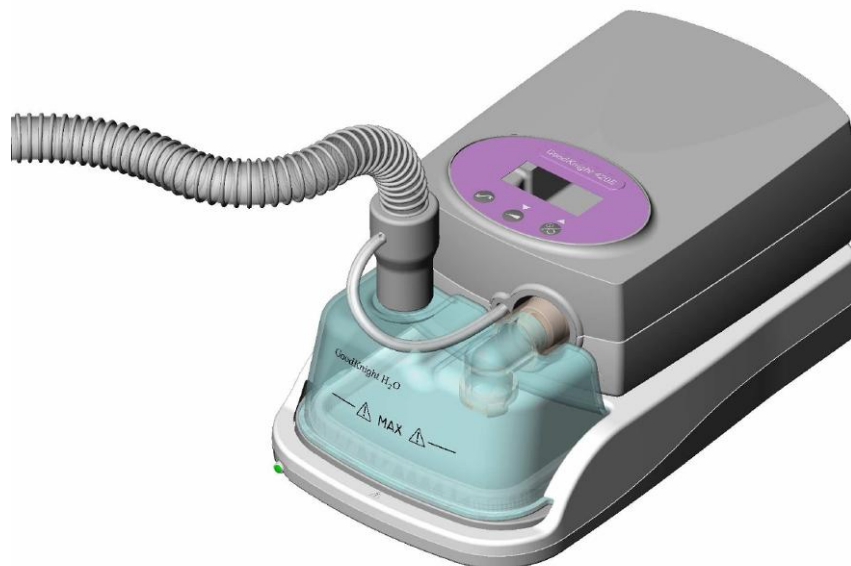

Abbildung 6 – Anschluss des GoodKnight 420 an den Warmluftbefeuchter GoodKnight H₂O
5. Das Gerät *GoodKnight 420* auf dem Warmluftbefeuchter *GoodKnight H₂O* wie abgebildet platzieren (siehe Seite 25, Abbildung 6 – Anschluss des GoodKnight 420 an den Warmluftbefeuchter GoodKnight H₂O).